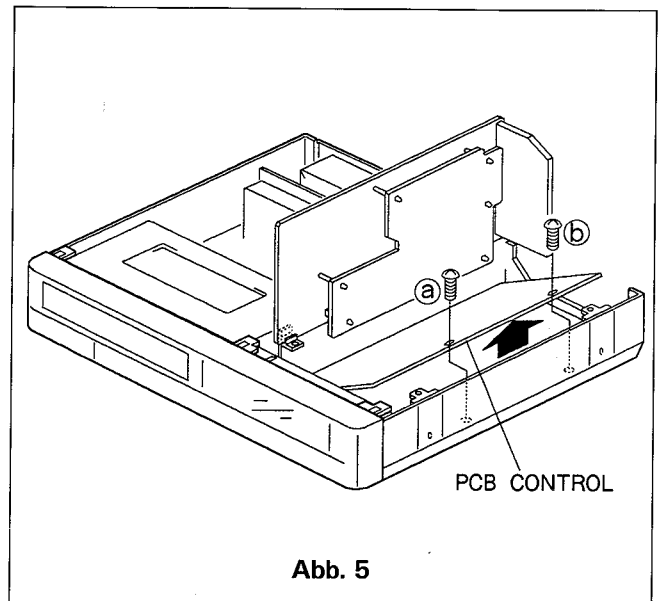

Abb. 5
- b. Entfernen Sie die 2 Schrauben (a) und (b) die die Kontrollplatten befestigen wie in Abb. 5.